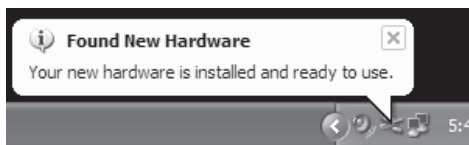

Figure 10
2. Une fois l'installation des Drivers terminée, un message vous indique que le nouveau périphérique est installé et prêt à l'utilisation (Figure 10).